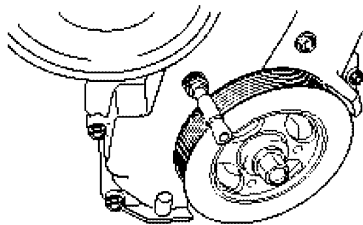

图 8-31 用专用工具插入维修孔
4) 如图 8-31 所示把专用工具插入正时链盖的维修孔内，释放棘轮。